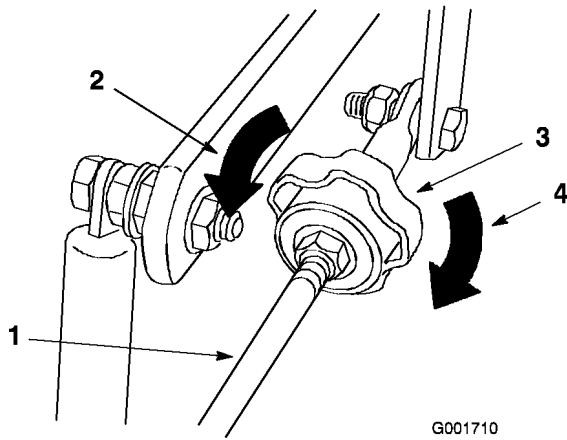

Figura 46
4. Regolate la convergenza come segue (Figura 46):